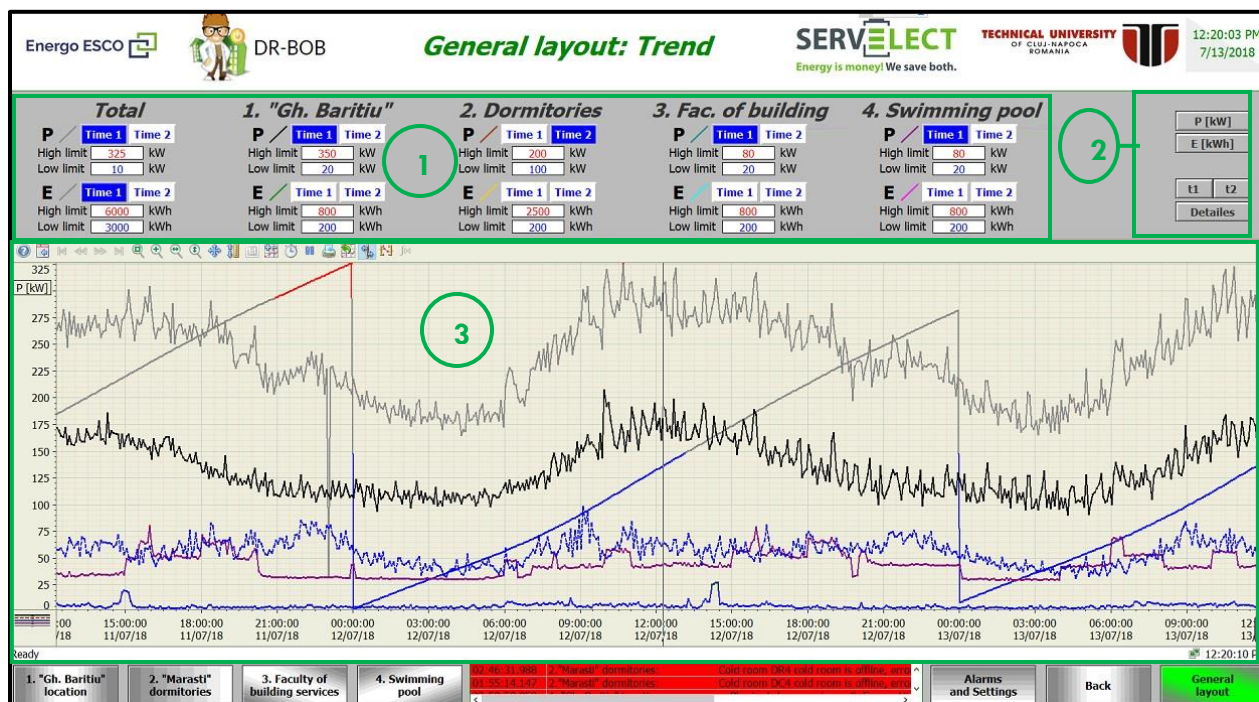

Fig.17. Grafic consum orar
- **Trends** : conduce spre meniul general de consum, cum este cel din Fig.17.